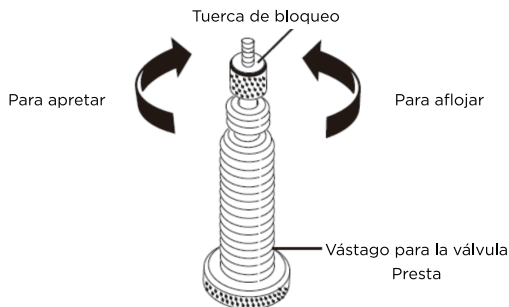

Fig. 8
1. Afloje la tuerca de bloqueo de la válvula Presta (Fig. 8).
4. Después del inflado, extraiga el mandril de aire y apriete la tuerca de bloqueo (Fig. 8).